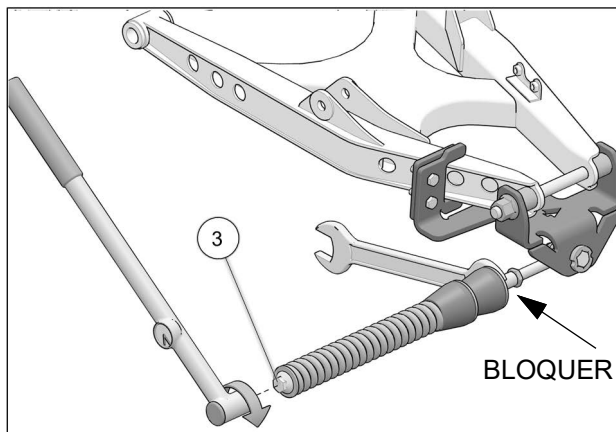

Fig. 17
18. Vérifier que le boulon du ressort (3) est serré au couple recommandé: 75 Nm [55 lb•pi]. Assurez-vous de bloquer en position, l'écrou devant les amortisseurs en caoutchouc. Voir Fig. 17